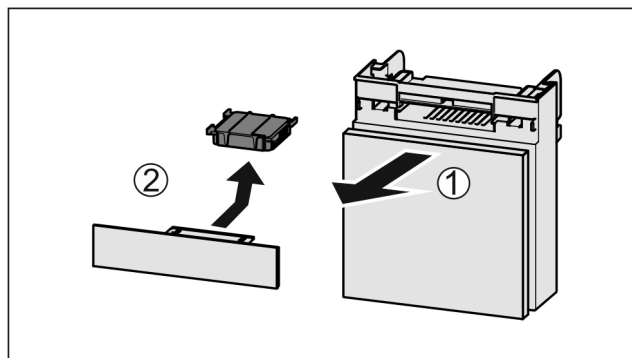

Fig. 63
- Estrarre il vano tirando in avanti Fig. 63 (1).
- Rimuovere il filtro a carboni attivi Fig. 63 (2).